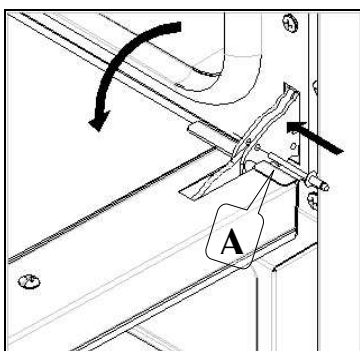

Fig. 5
- вставить в отверстия “А” находящиеся на двух шарнирах специальные штыри, имеющиеся в приложении (Рис. 5);
Замена лампочки в помещении печи – Отключить прибор от электричества, отвинтить защитный стеклянный колпачок (Рис. 5);